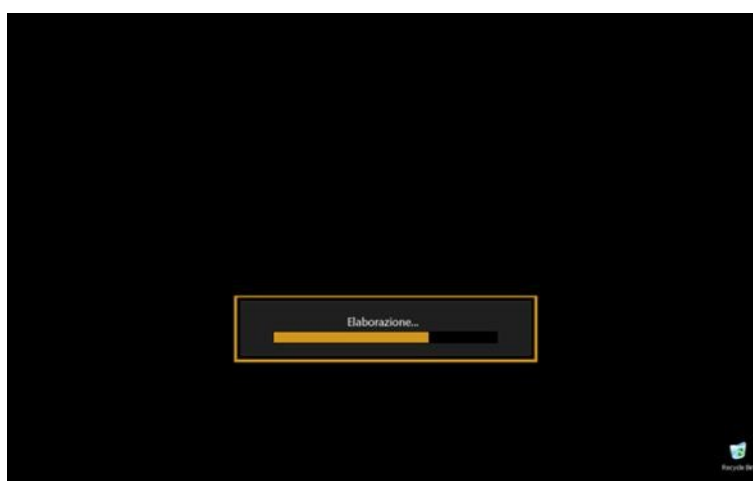

Figura 102
11. Dopo il riavvio, il software aggiorna il sistema, questa operazione può durare alcuni minuti. Non riavviare la macchina durante questa procedura (Figura 102).